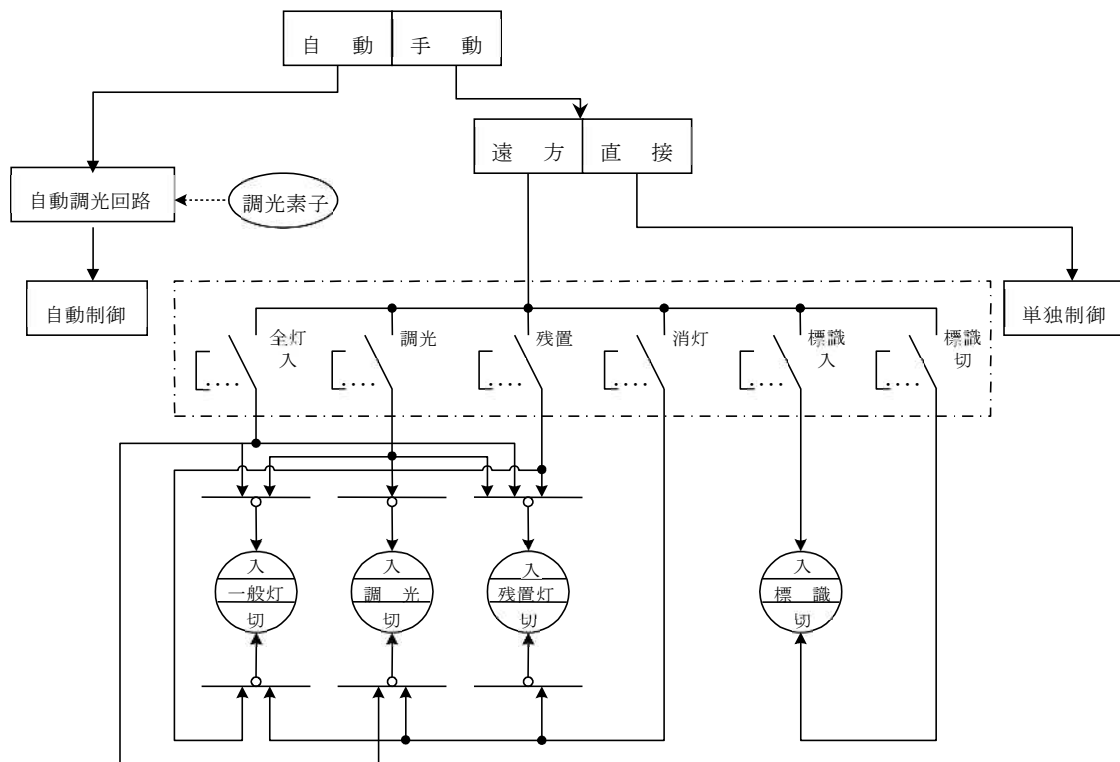

図 2-4-8 遠方手動連動制御ブロック
- 3) 遠方手動連動制御の制御ブロックを図 2-4-8 に示す。